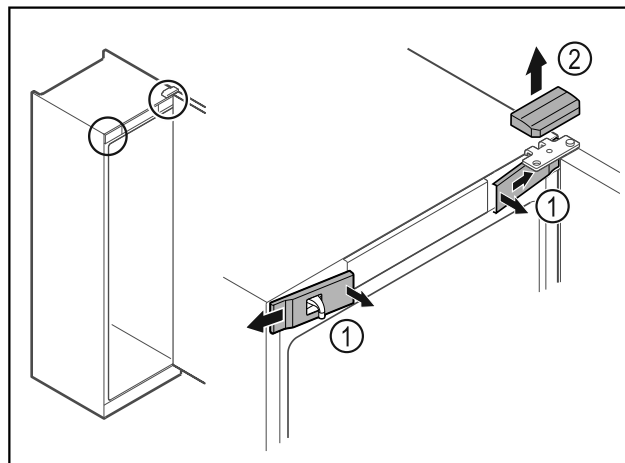

Fig. 4
- Desenganchar las cubiertas delanteras Fig. 4 (1) del interior y dejarlas a un lado.
- Retirar hacia arriba la cubierta superior Fig. 4 (2).